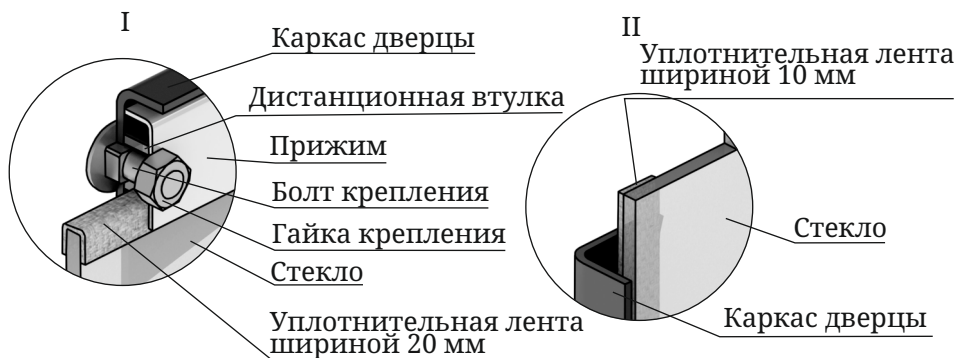

Рисунок 11. Крепление светопрозрачного экрана дверцы модификации «Витра»
1. Отверните две гайки, фиксирующие прижим (рисунок 11.И), демонтируйте его и дистанционные втулки.
3. Возьмите новое стекло. Если на нем нет уплотнительных лент, наклейте их, лента шириной 20 мм наклеивается сверху и снизу стекла «П» — образно (рисунок 11.И), лента шириной 10 мм наклеивается вертикально, вдоль боковых сторон стекла (рисунок 11.И).
4. Вставьте стекло в упор, при этом лента, наклеенная с боковых сторон (вертикальная) должна быть зажата между стеклом и каркасом дверцы (рисунок 11.И).
*Внимание! Гайки, фиксирующие прижим накручиваются на болты крепления через дистанционные втулки (рисунок 11.И).*